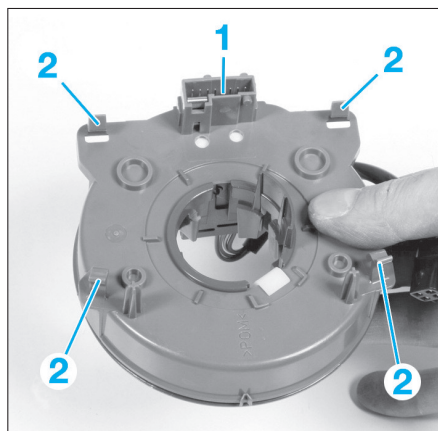

FIG. 2
- Débrancher le connecteur (1) du contacteur tournant (Fig.2).
- Dégager prudemment les 4 clips (2) du contacteur spiralé puis le déposer.